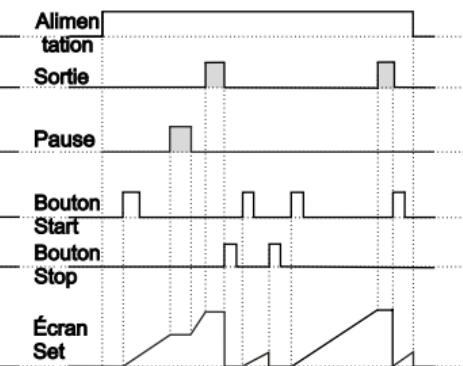

Figure 2.4
1.4.2 Si le comptage est  $\text{dEct} = 0$  et que  $\text{outF}$  est  $\text{oFF}$ , le schéma de commande sera celui illustré à la figure 2.4